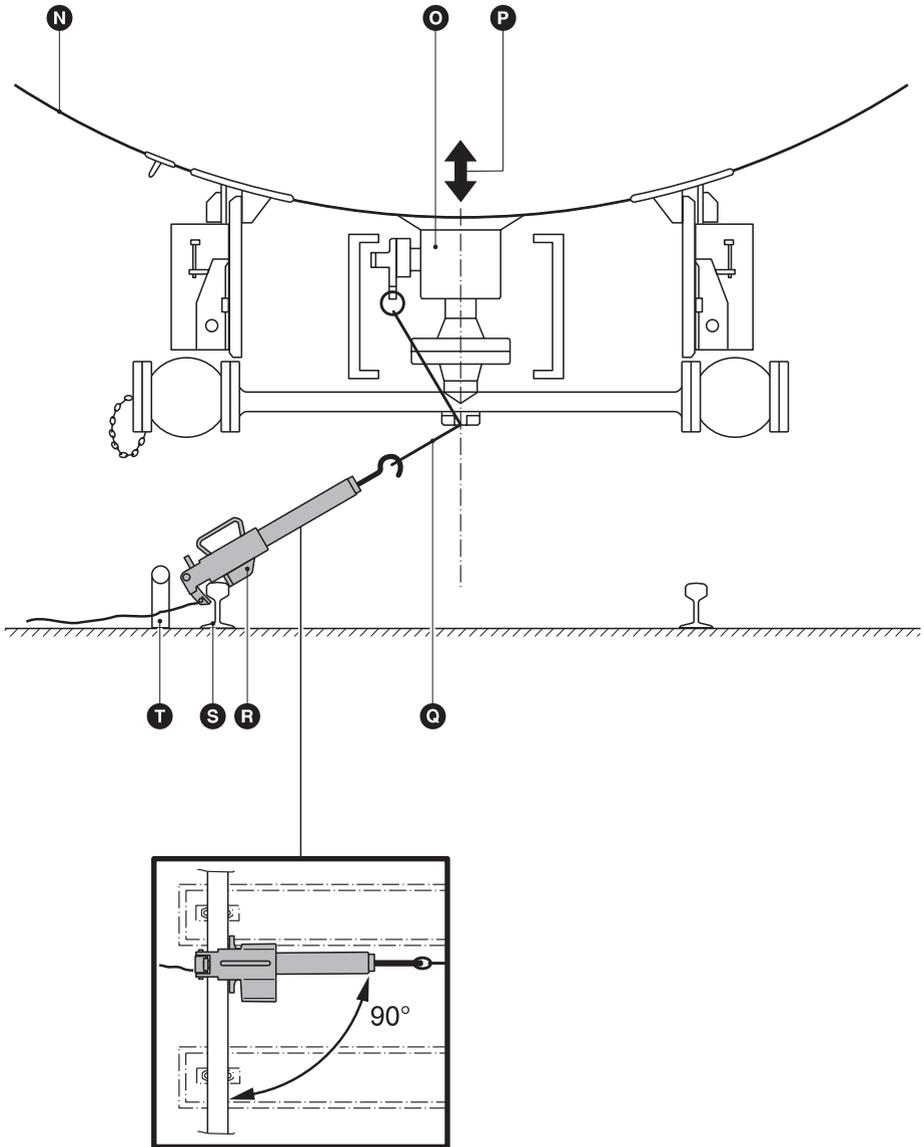

Fig. 3
Der Schienenhaken wird während des Befüll- und Entladevorgangs zwischen Straffseil **G** und Schiene **S** gespannt (siehe Fig. 3) und hält die Bodenventile in geöffneter Stellung. Bei Gefahr kann der Schienenhaken durch das Schlaffseil **M** von der Schiene gerissen werden. Dieses Schlaffseil **M** muß bis zu einer sicheren Entfernung vom Kesselwagen ausgelegt sein.
1. **Schientyp nicht S-49:** Hilfsvorrichtung aus Rohr mit  $\varnothing$  63 mm **T** montieren. **Fig. 3**